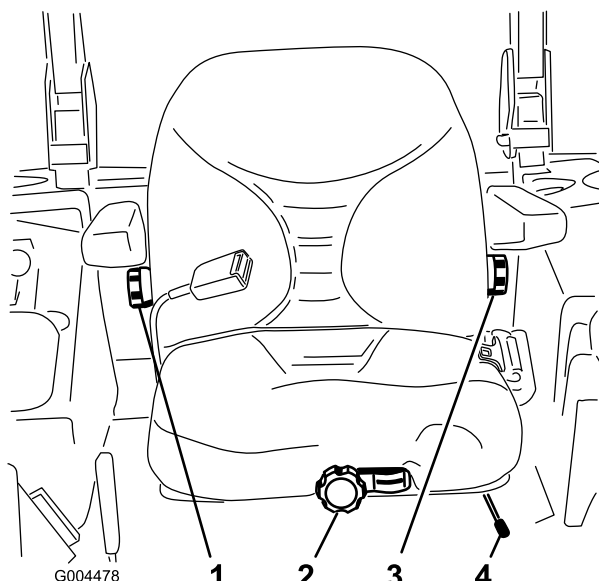

Figure 20
1. Poussez le levier de réglage sur le côté pour débloquer et régler le siège (Figure 20).
Sans vous asseoir sur le siège, tournez le bouton avant dans un sens ou dans l'autre pour obtenir la position la plus confortable (Figure 20).
Pour ce faire, tournez le bouton situé sous l'accoudoir droit dans un sens ou dans l'autre pour obtenir la position la plus confortable (Figure 20).
Pour le régler, tournez le bouton situé sous l'accoudoir gauche dans un sens ou dans l'autre pour obtenir la position la plus confortable (Figure 20).